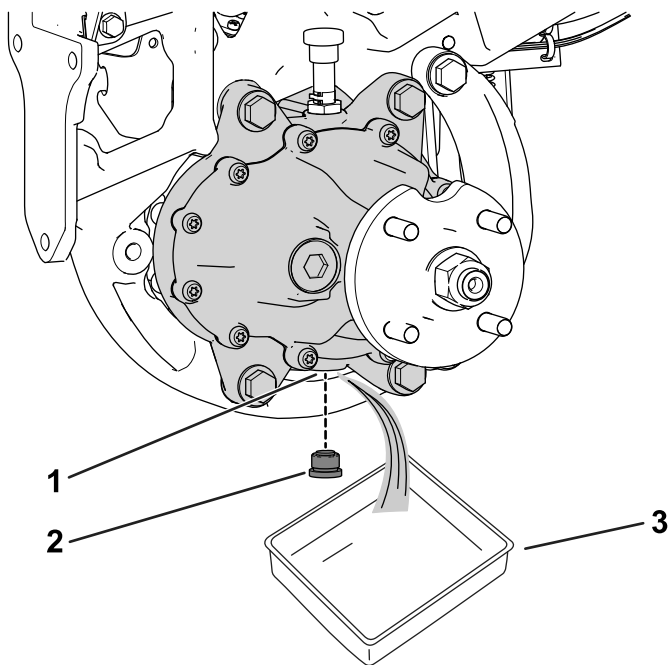

図 52
3. ホイールモータアセンブリ下にオイルを受ける容器を置く 図 52。
4. ドレンポートからプラグを外す 図 52。
6. ドレンポートにドレンプラグを取り付ける 図 52。